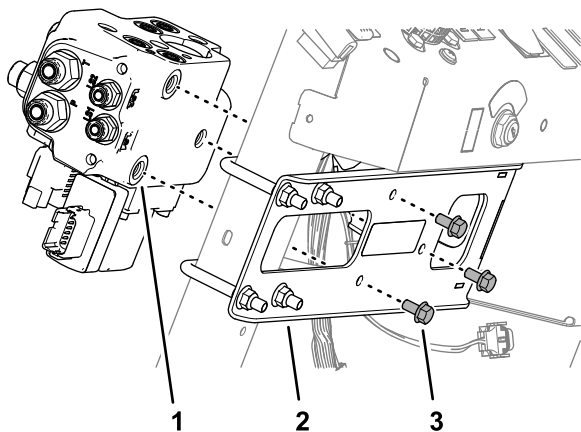

Figure 73
1. Alignez les trous du corps du distributeur de direction EHI et les trous du support de collecteur (Figure 73).
2. Fixez la valve sur le support (Figure 73) avec 3 vis à embase (8 x 16 mm).